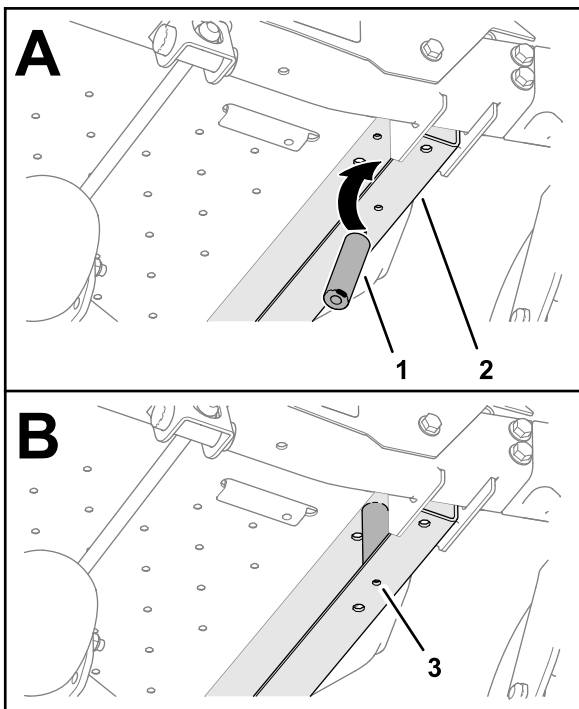
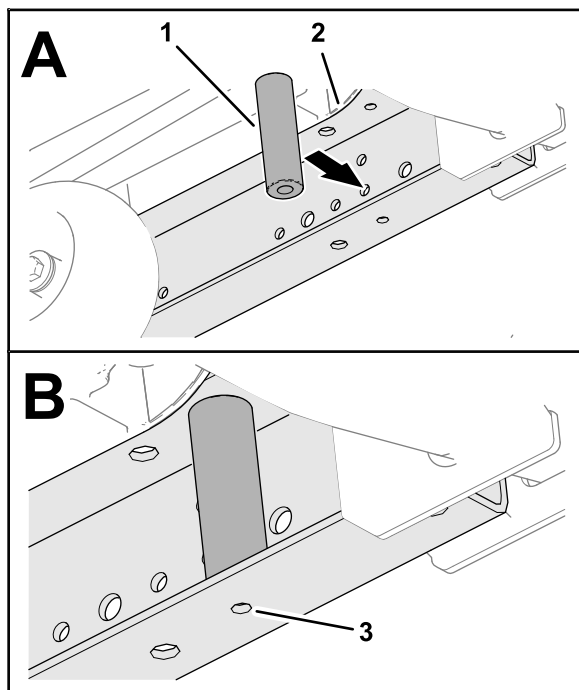

Figure 6
Figure 7
1. Insérez l'entretoise de support dans le profilé du cadre, comme montré à la Figure 6 ou la Figure 7.